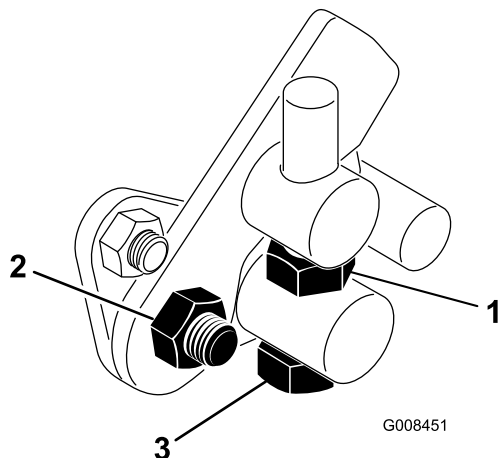

Figure 45
1. Desserrez l'écrou de blocage sur le boulon de tourillon (Figure 45).
4. Serrez l'écrou de blocage sur le boulon de tourillon et l'écrou sur le pivot de la pédale pour bloquer le réglage (Figure 45). Vérifiez le réglage et ajustez-le si nécessaire.